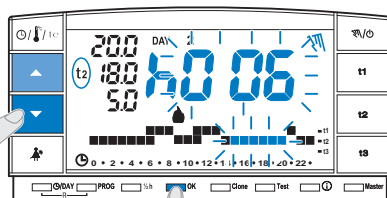

fig. 46
- Avec les touches ▲▼, configurer la durée désirée puis appuyer sur **OK** pour confirmer (exemple sur la fig. 46).